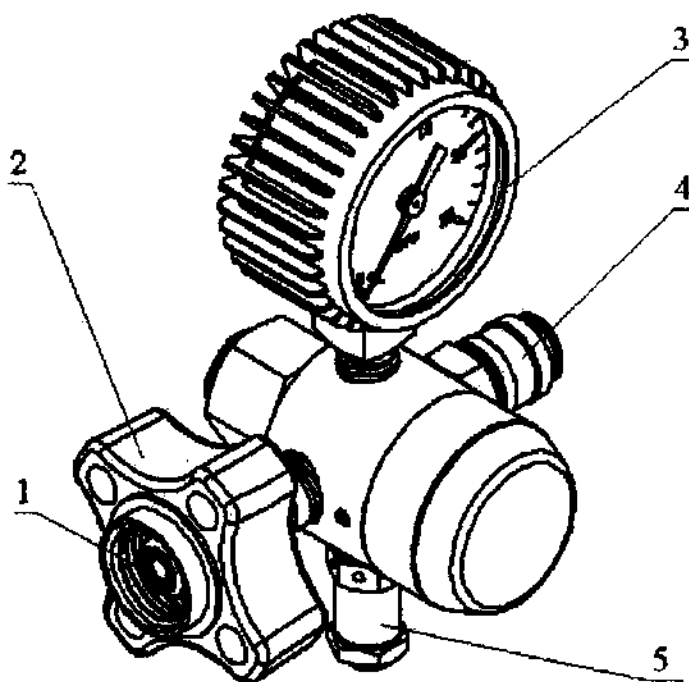

Рисунок 1 – Редуктор закиси азота ЗАР-1
1.4.2. Редуктор (рисунок 1) предназначен для обеспечения понижения давления закиси азота с давления в баллоне до рабочего и подачи закиси азота к потребителю.